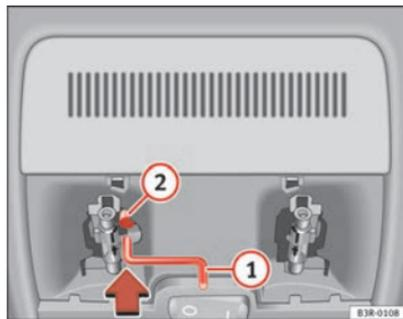

Fig. 83 Dettaglio del rivestimento del tetto: Manovella per l'azionamento di emergenza
- Inserire la manovella ① fino in fondo nel foro esagonale ② (⇒ fig. 83).